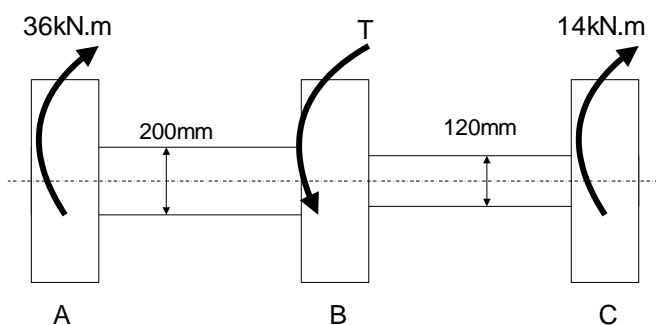

Figura 3.2
3.1.3 Determinar a tensão de corte máxima nos veios maciços AB e BC da Figura 3.2.